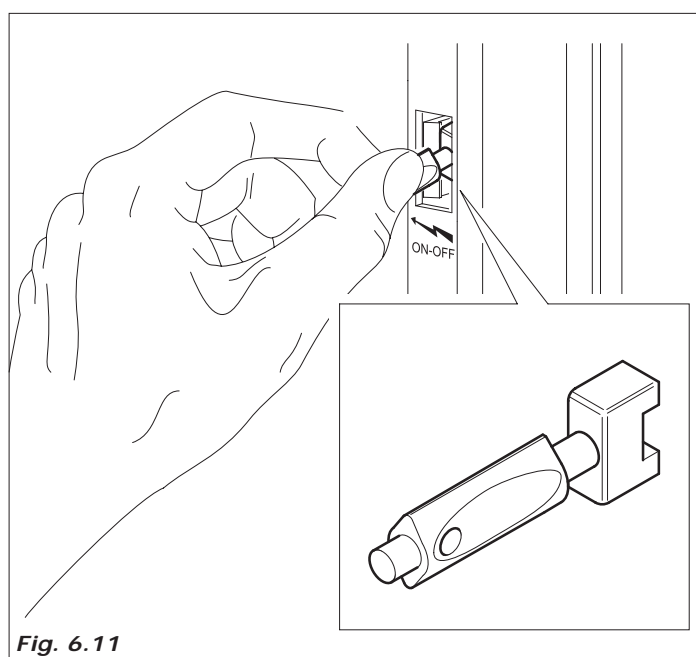

Fig. 6.11
- Para los casos en que es necesario trabajar con la puerta abierta y la máquina conectada, es posible, para el técnico instalador, trabajar de esta forma, introduciendo y girando 90° la llave especial de plástico (Clixon) en el interruptor de puerta del distribuidor automático (Fig. 6.11).